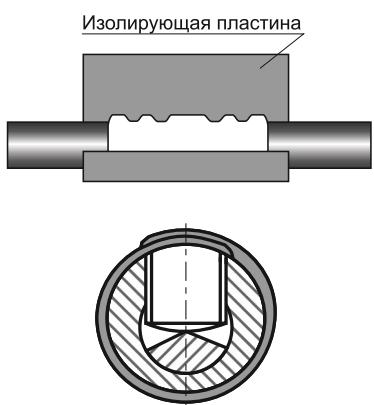

Рисунок 12
**4.23** Обезжирить гильзы и прилегающие к ним участки трубок на расстоянии не менее 50 мм. Обернуть гильзы пластиной герметика (из комплекта «Герметик для гильзы»), для чего снять с одной стороны пластины бумагу, расположить её симметрично относительно середины гильзы, край пластины расположить на местах срыва головок винтов (пластина должна полностью закрыть места срыва головок болтов) и обернуть гильзу, постепенно снимая бумагу. После обертывания гильзы места срыва головок болтов должны быть закрыты пластиной в два слоя. Обжать пластину рукой (рисунок 12).